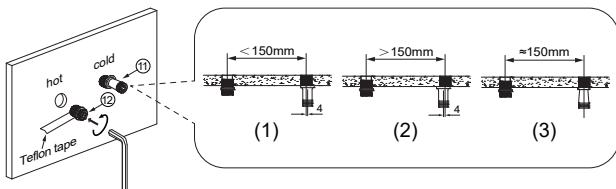

Figura 1
- b) Instale y ajuste el conector curvo (Figura 1). Envuelva la cinta de teflón en sentido contrario a las agujas del reloj en la rosca del extremo G1/2 del conector curvo. Conecte el conector curvo a la tubería de agua fría. Gire y ajuste el conector curvo para asegurarse de que la distancia entre el centro de la tubería de agua caliente y el centro del conector curvo es de 150 mm.
- (1) Cuando la distancia entre los orificios de salida de agua caliente y fría es <150mm, el eje del pie de manivela debe girarse hacia la derecha.
- (2) Cuando la distancia entre los orificios de salida de agua caliente y fría es >150mm, el eje del pie de manivela debe girarse hacia la izquierda.
- (3) Cuando la distancia entre los orificios de salida de agua caliente y fría es de ~150m, el eje del pie de manivela debe girarse hacia la dirección vertical aproximada